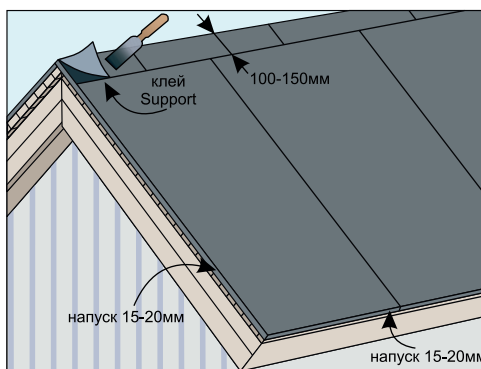

Рис. 14
- На коньке подкладочные коври, уложенные по первому скату, обрезаются по коньку, и затем верхний край гвоздями фиксируется к настилу крыши. Подкладочный ковер противоположного ската с помощью битумного клея Support, если конек не вентилируемый (рис.14);